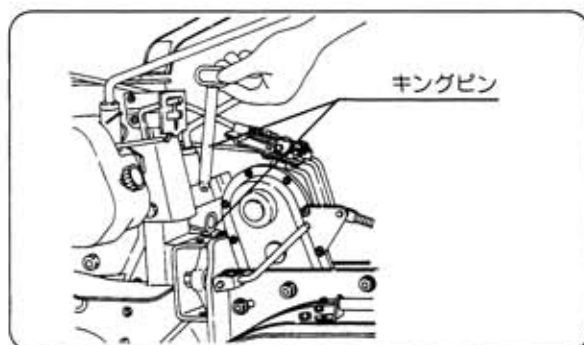

図16
- ① 本機（ティラー）の後部ヒッチとロータリ本体の連結金具にキングピンを差込みます。（図16）